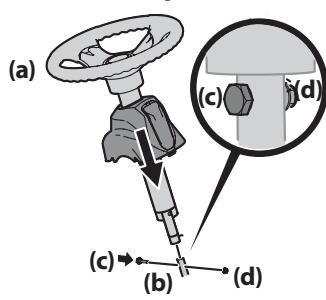

Figure 2
2. Enlevez la boulon à épaulement et le contre-écrou de l'arbre de direction et gardez-les pour utilisation ultérieure. Voir Figure 2.
4. Abaissez le volant (a) sur la partie inférieure de l'arbre de direction (b) et maintenez-le en place avec la boulon à épaulement (c) et le contre-écrou (d) retirés plus tôt. Voir Figure 2.